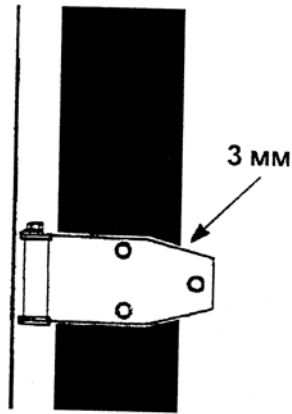

Рис. 3
8. Во избежание коробления или отслаивания пленки на торцах дверей или стыках панелей тщательно прижмите аппликатором обрезанные кромки пленки, оставшиеся после ее прорезания универсальным ножом по дверным проемам или панельным стыкам. Для этой же цели вырежьте участки пленки вблизи сварных швов, дверных петель, ручек и краев кузова, оставив зазор не менее 3 мм (рис.3)